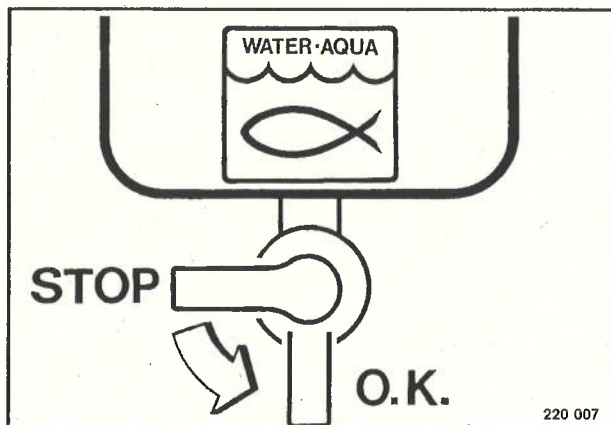

Fig. 1
- Girar la muletilla de la llave de paso (Fig. 1) en la dirección de flujo.